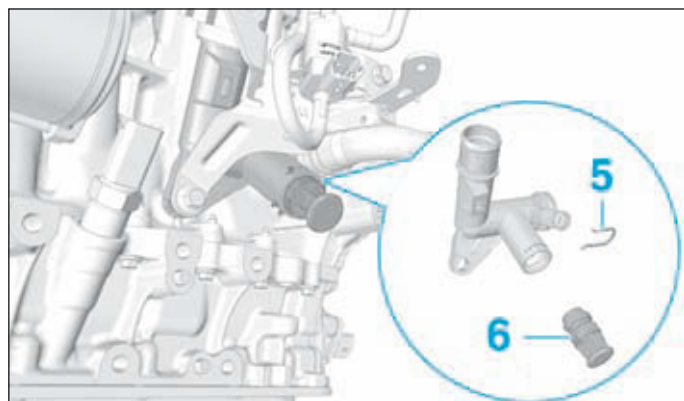

FIG.21
- Déposer l'agrafe (5) et le bouchon de vidange (6) du carter-cylindres (Fig.21).